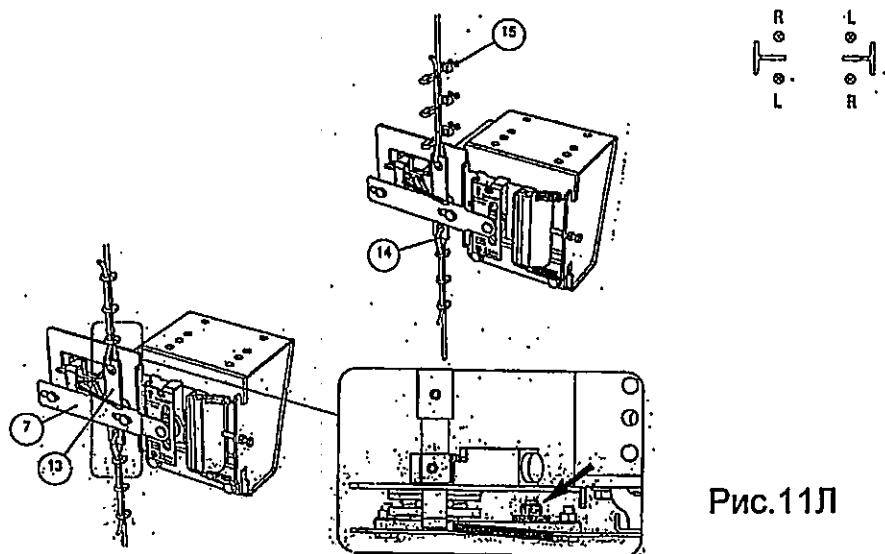

Рис.11Л
- (3) Зафиксировать коуш (14) на пластине (13).
- (4) Продеть канал в ушко и зафиксировать его при помощи зажимов для каната (15) (смотреть рис.11 Л) Все возможные позиции фиксирования (левое L/правое R) каната ограничителя скорости могут быть осуществлены без дополнительных частей.